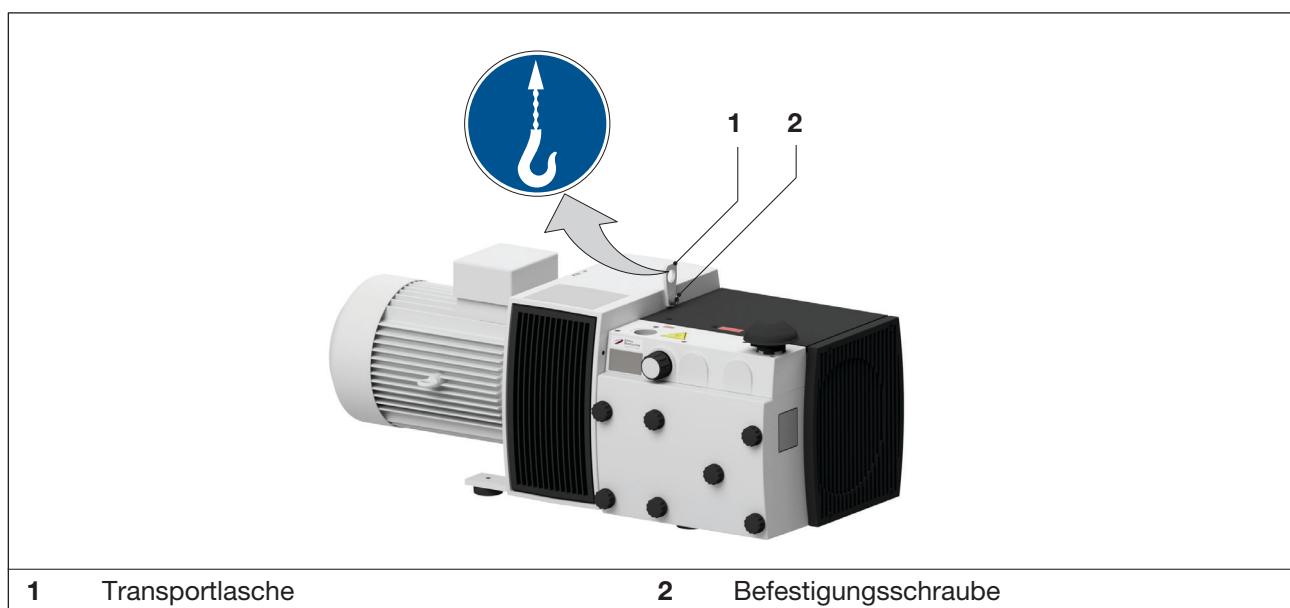

Abb. 1 Lastaufnahmemittel zum Anheben und Transportieren
- b) Befestigungsschraube (Abb. 1/2) fest anziehen.
- c) Zum Anheben des Verdichters, diesen mittels Hebezeug an der Transportflasche Abb. 1/1 aufhängen.